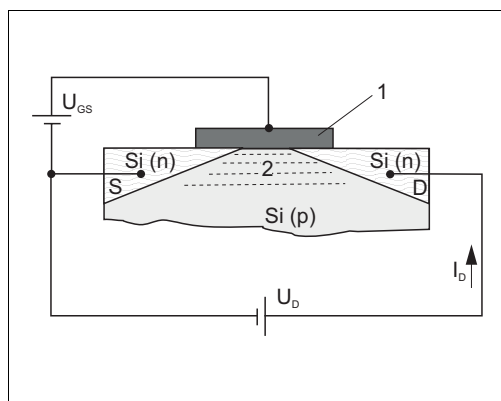
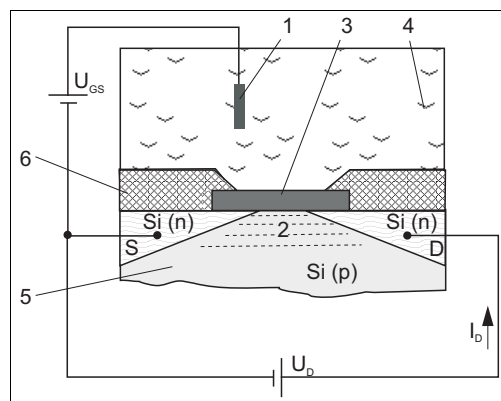

Fig. 1: Principio MOSFET
Fig. 2: Principio ISFET
I transistori ISFET utilizzano sensori MOS1) (→ Fig. 1), in cui il *gate* metallico (pos. 1) non è un elettrodo di controllo. Nel caso dell'ISFET il fluido (→ Fig. 2, pos. 3) è a diretto contatto con lo strato isolante del gate (pos. 2). Due zone fortemente conduttrici di tipo N sono incluse nel substrato conduttore di tipo P (→ Fig. 2, pos. 5) del materiale semiconduttore (Si). Queste aree conduttrici di tipo N fungono da elettrodo emettitore ("Source", S) e ricevitore ("Drain", D). L'elettrodo metallico che forma il gate (nel caso del MOSFET) e il fluido (nel caso dell'ISFET) formano un condensatore con il substrato sottostante. La differenza di potenziale che si viene a creare fra il gate e il substrato ( $U_{GS}$ ) determina un aumento della densità degli elettroni fra "Source" e "Drain". Si forma quindi un *canale* conduttore di tipo N (pos. 2), che determina il flusso di una corrente indotta ( $I_D$ ).